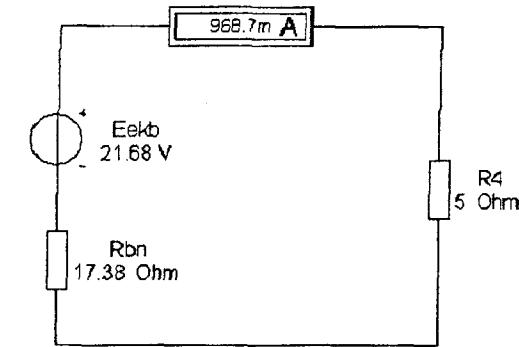
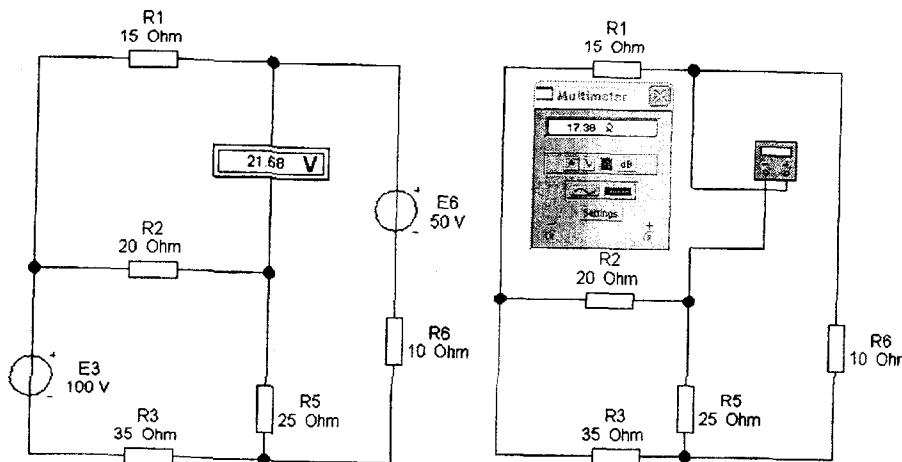

Рис. 3.8
Рис. 3.7
**До завдання п.5.** Визначення ЕРС та внутрішнього опору еквівалентного генератора ілюструє рис. 3.7. Експериментальну модель схеми еквівалентного генератора показано на рис. 3.8.